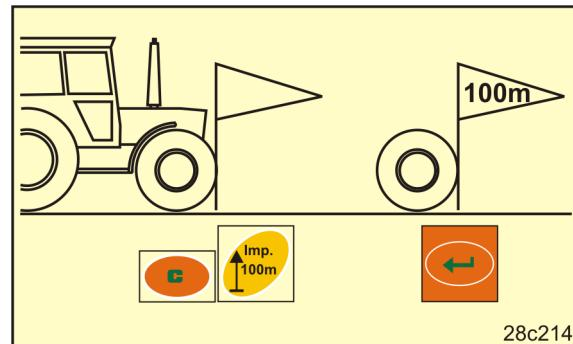

Рис. 26
- Установите трактор в исходное положение (Рис. 26), а сеялку – в рабочее положение (по обстоятельствам прекратите дозирование посевного материала).